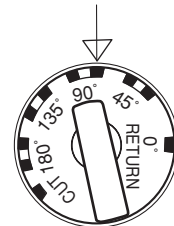
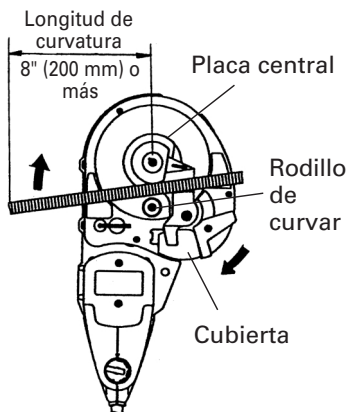
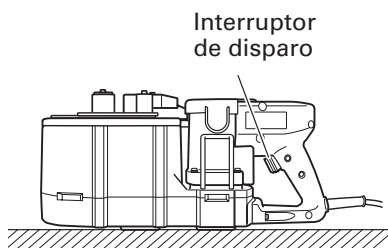

Fig. 13
Fig. 14
Fig. 15
Cuando curve varillas de #3(3/8"), #4(1/2"), y #5(5/8") de diámetro, se podría producir una diferencia en el ángulo de curvado aún en la misma posición del dial, dependiendo de la diferencia en el espesor de la varilla. Cambie ligeramente la posición del dial de ajuste dependiendo del dial de la varilla, incluso con el mismo ángulo de curvado que el mostrado en la Fig.13.
- (1) Coloque la unidad en su lugar con su mesa giratoria arriba, tal como se indica en la Fig. 14.
- (2) Asegúrese de que la cubierta esté cerrada.
- (3) Ajuste el dial de ajuste al ángulo deseado. (Fig. 13)
- (4) Coloque la varilla sobre la placa central y ajústela correctamente, tal como se muestra en la Fig. 14.
- (5) Tire del interruptor de disparo y curve la varilla.
- (6) Continúe tirando del interruptor de disparo hasta que el motor comience a girar en dirección opuesta y el rodillo de curvar inicie el retorno. (Una vez que el rodillo de curvar inicie el retorno, volverá a la posición inicial aunque usted suelte el interruptor de disparo). (Fig. 15)
Si esta longitud de curvatura no es suficiente, la varilla podría desprenderse durante la operación de curvado, o partirse en fragmentos y esparcirse peligrosamente (Fig.14).